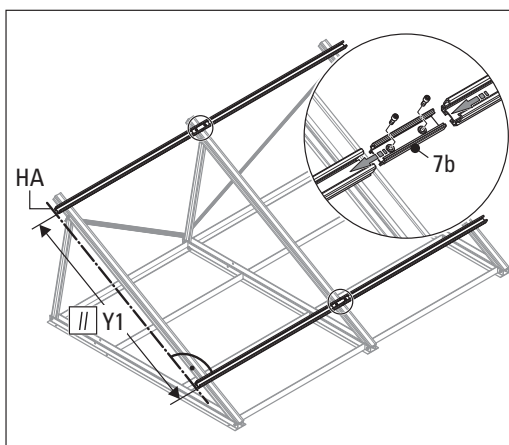

Figura 3-12 Montar las guías de perfil de montaje, 1er paso
- Alinear los dos carriles perfilados de montaje exactamente planos en la línea de marcado A (HA) y paralelos entre sí (véase figura 3-12). De ser necesario colocar debajo los carriles perfilados de montaje de modo adecuado.
13. Atornillar las guías de perfil de montaje con ayuda del conector (pos. 7b) (figura 3-12).